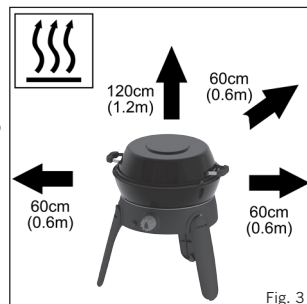

Fig. 3
- Dette apparatet må holdes borte fra brennbare materialer under bruk. Minimum sikkerhetsavstand er: Over enheten 1,2 m. Bakved og på siderne 600 mm. (Se fig. 3)